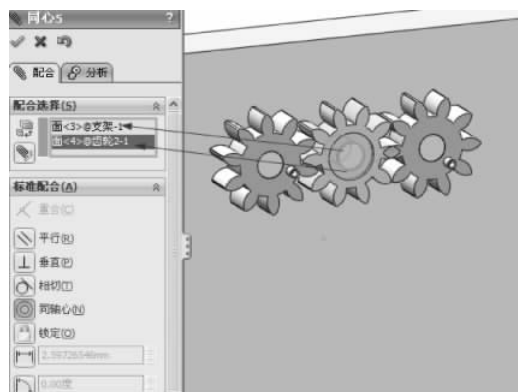

图 3-84 添加同轴心配合
(7) 添加同轴心配合, 在中间齿轮和中间轴之间添加同轴心配合, 如图 3-84 所示。